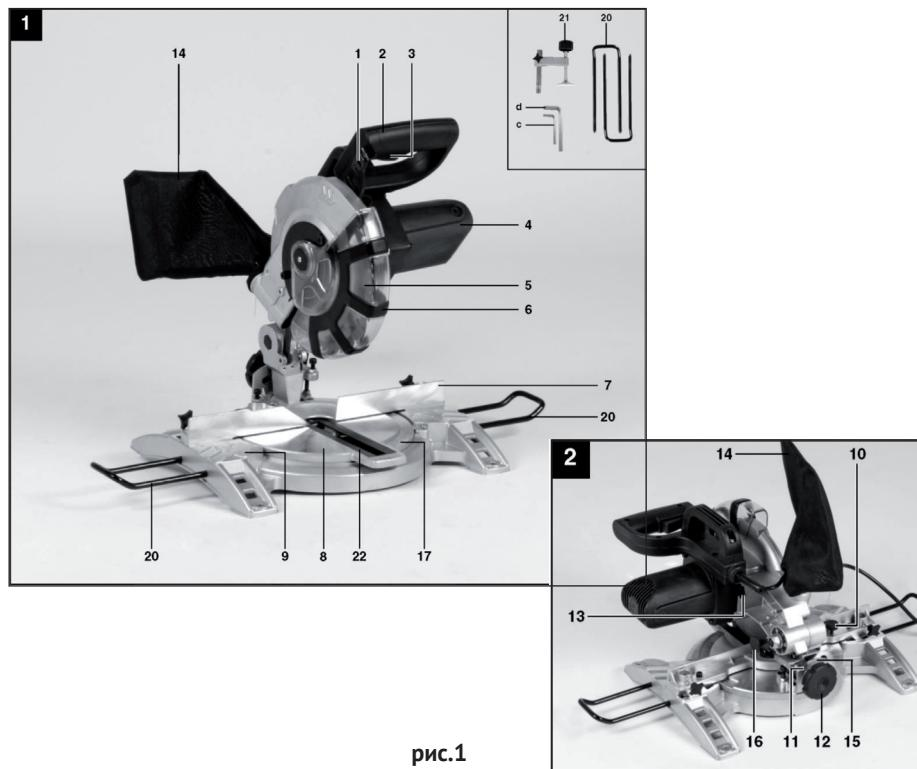

рис.1
- Основным несущим узлом режущего блока пилы является металлический редуктор, выполненный заодно с верхним защитным кожухом диска. К редуктору крепится пластиковый корпус двигателя (рис.1 поз.4), с закреплённой на нём рукояткой (рис.1 поз.2). Вертикальное перемещение режущего блока для реза обеспечивает суппорт головки режущей. Возвратная пружина на оси суппорта, возвращает режущий блок в исходное положение.
Заготовка на рабочем столе может быть повёрнута на угол от 0 до 45° за счёт поворотного основания (рис.1 поз.8). На основной рукоятке пилы расположены: рычаг блокировки защитного кожуха (рис.1 поз.1) и клавиша выключателя (рис.1 поз.3). Конструкция пилы позволяет осуществлять пропилы, кроме вертикальных (0 - 90°): косые пропилы материала под заданным углом от 0 до 45° относительно задней кромки заготовки в обе стороны (смещением поворотного основания) и наклонные пропилы с заданным углом (от 0 до 45°) относительно вертикальной оси влево.
Крутящий момент с якоря электродвигателя шестернёй передаётся на шпиндель, соосный с двигателем. На шпиндель, между опорным и прижимным фланцами крепится пильный диск (рис.1 поз.5). Диск являются основным рабочим инструментом для резки выбранных материалов.
Металлическая станина (рис.1 поз.9) пилы устанавливается на ровную горизонтальную поверхность. Для крепления пилы на верстаке (рабочем столе) в ножках станины имеются 4-е крепёжных отверстия. При пилениях длинных заготовок в станину крепятся 2-е дополнительные опоры (рис.1 поз.20). Распиливаемая заготовка плотно прижимается к параллельному упору (рис.1 поз.7) и крепится к рабочему столу струбциной (рис.1 поз.21).
Для отвода стружки в комплект поставки входит пылесборник, который крепится к патрубку неподвижного кожуха (рис.1 поз.14). К патрубку можно подключить промышленный пылесос.
- проверьте работоспособность выключателя электродвигателя инструмента. Не подключая пилу к электросети, нажмите и отпустите клавишу выключателя (рис.1 поз.3) – она, без задержки, должна возвратиться в исходное положение;
- проверьте состояние и надёжность крепления подвижного защитного кожуха (рис.1 поз.6), чёткость его срабатывания. Запрещается работать пилой, подвижный защитный кожух которой неисправен или повреждён;
Пила поставляется собранной за исключением: дополнительных упоров (рис.1 поз.20), пылесборника.
Установить пилу на ровной твёрдой поверхности верстака (рабочего стола). В целях уменьшения вибрации пилы рекомендуется закрепить станину (рис.1 поз.9) к верстаку, используя крепёжные отверстия в ножках.
Разблокировать пилу из транспортировочного (нижнего) положения, вынув фиксатор вертикального перемещения режущего блока (рис.1 поз.16). При этом режущий блок возвратной пружиной повернётся в верхнее (рабочее) положение.
При пилениях длинных заготовок, установить в станину опоры дополнительные (рис.1 поз.20) и зафиксировать их винтами (рис.3 поз.20).
На патрубок пылеотвода установить пылесборник (рис.1 поз.14) (входит в комплект поставки) или подключить промышленный пылесос.
- разблокировать подвижный защитный кожух (рис.1 поз.6) рычагом (рис.1 поз.1);
- включение пилы осуществляется нажатием на клавишу выключателя (рис.1 поз.3);
- снять со шпинделя прижимной фланец (рис.6 поз.31), пильный диск (рис.1 поз.5) и опорный фланец;
Для регулировки поворотного стола (рис.1 поз.8) ослабьте фиксатор поворота угла рабочего стола (рис.1 поз.10) примерно на 2 оборота, при этом поворотный стол начнёт вращаться.
Поворотный стол имеет точки фиксации на углах  $0^\circ$ ,  $5^\circ$ ,  $10^\circ$ ,  $15^\circ$ ,  $22,5^\circ$ ,  $30^\circ$ ,  $35^\circ$ ,  $40^\circ$ ,  $45^\circ$ . После установки поворотного стола в надлежащем положении, его необходимо дополнительно зафиксировать фиксатором поворота угла рабочего стола (рис.1 поз.10).
Режущий блок пилы можно повернуть влево или вправо на  $45^\circ$ , ослабив рукоятку-фиксатор (рис.1 поз.12).
Опустить режущую головку пилы и зафиксировать с помощью фиксатора вертикального перемещения режущего блока (рис.1 поз.16).
Зафиксировать поворотное основание (рис.1 поз.8) в положении  $0^{\circ}$ .
Проверить расположение указателя угла (рис.2 поз.11). При необходимости ослабить указатель с помощью крестообразной отвёртки, установить  $0^{\circ}$  положение на шкале угла (рис.1 поз.15) и снова затянуть фиксирующий винт.
Ослабить рукоятку-фиксатор (рис.1 поз.12) и наклоните режущий блок пилы влево на  $45^{\circ}$ , используя рукоятку (рис.1 поз.2).
### **3.8 Поперечный пропил $90^{\circ}$ и поворот стола на $0^{\circ}$ (рис.1)**
Нажать на клавишу выключателя (рис.1 поз.3) для включения пилы.
После включения пилы дождитесь, пока пильный диск (рис.1 поз.5) наберет максимальную скорость.
Отвести рычаг блокировки подвижного кожуха (рис.1 поз.1) в сторону, и с помощью рукоятки (рис.1 поз.2) слегка перемещать режущий блок пилы вдоль распиливаемого материала.